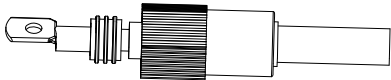

Figura 3.5
c) Crimpar os terminais. (conforme ilustrado na figura 3.5)